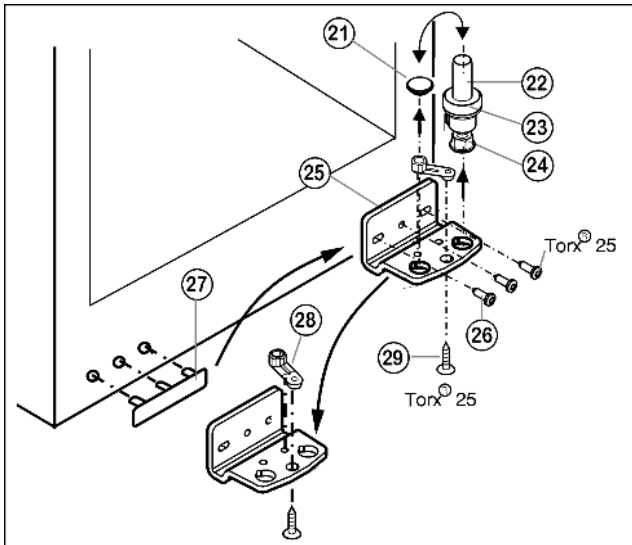

Fig. 6
- ▶ A teljes tartócsapot Fig. 6 (22), az alátéttel Fig. 6 (23) és az állítható lábbal Fig. 6 (24) együtt felfele húzza ki.
- ▶ Emelje le a dugót Fig. 6 (21).
- ▶ Csavarozza le Fig. 6 (26) a csapágybakot Fig. 6 (25).
- ▶ Csavarozza le Fig. 6 (29) a csapágyrészt Fig. 6 (28), helyezze át a csapágybak túlloldali felvevő furatába és csavarozza vissza.
- ▶ Óvatosan emelje le a fogantyú oldalán lévő fedelet Fig. 6 (27), és helyezze át az ellenkező oldalra.
- ▶ Csavarozza vissza a csapágybakot Fig. 6 (25) a csuklópánt új oldalán **4 Nm-es nyomatékkal**, szükség esetén egy akkus csavarhúzóval.
- ▶ A dugót Fig. 6 (21) helyezze be a másik lyukba.
- ▶ Helyezze vissza a teljes tartócsapot Fig. 6 (22) az alátéttel és az állítható lábbal együtt. Ügyeljen közben arra, hogy a bekattanó bütyök hátrafele mutasson.
- ▶ Az ajtót felülről helyezze az alsó tartócsapra Fig. 6 (22).
- ▶ Az ajtókat az alsó csapágybakban Fig. 6 (25) lévő két hosszított furat felett igazítsa egy vonalba a készülékhez. Ehhez a középső csavart csavarja ki.